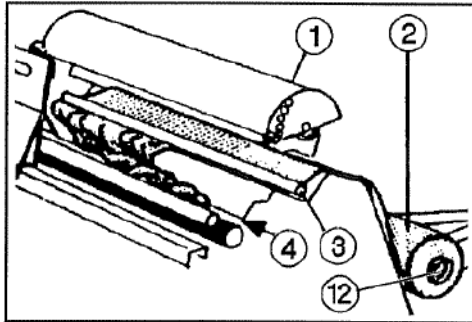

Рис. 30.
- положить рулон сетки на дышло (2) (рис. 30),